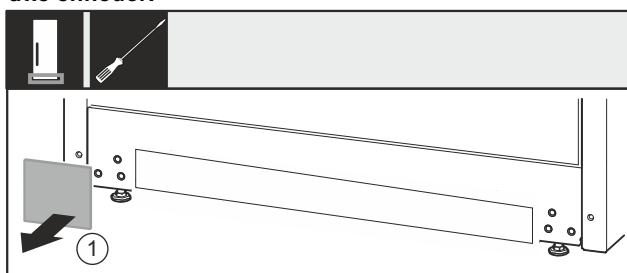

Fig. 35
- ▶ Tag afdækningen Fig. 35 (1) af.